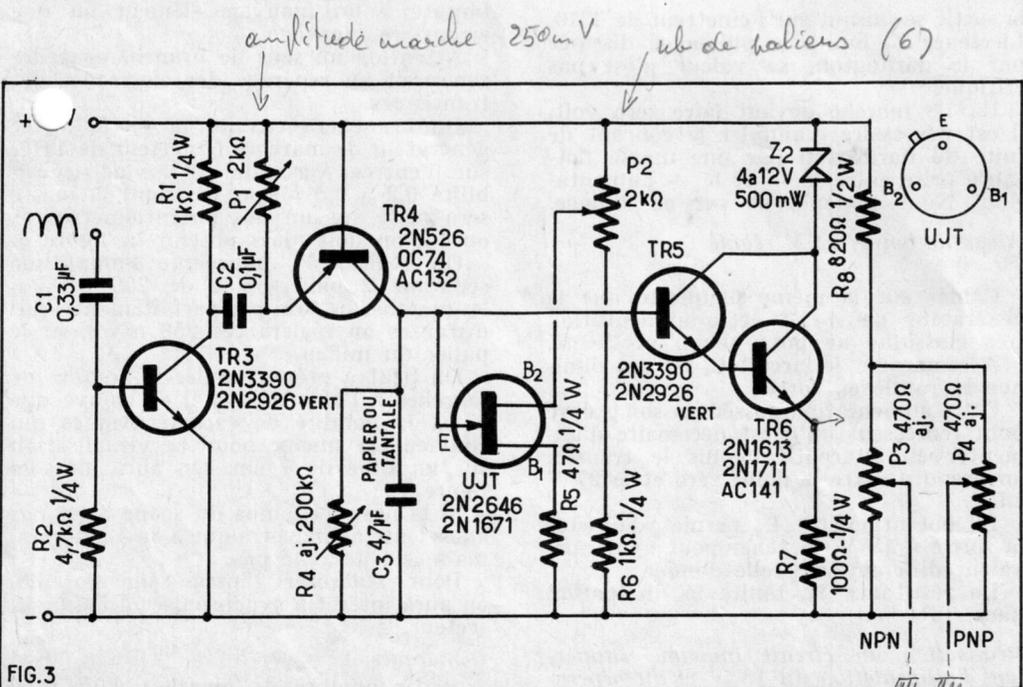

FIG.3
B. — RÉALISATION DU GÉNÉRATEUR DE ΔIB (Fig. 3)
Pour ceux dont le scope ne passe pas le continu on court-circuitera provisoirement le potentiomètre P_1 (fig. 3) puis on mesurera la chute de tension aux bornes de A7 (fig. 3). Cette tension doit être comprise entre 0,3 et 2 V si les transistors employés sont de bonne qualité.